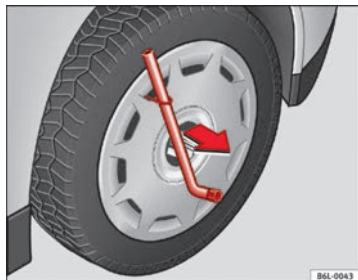

Fig. 144 Togliere il copricerchio
- Togliere il copricerchio con il gancio in metallo ⇒ fig. 144.